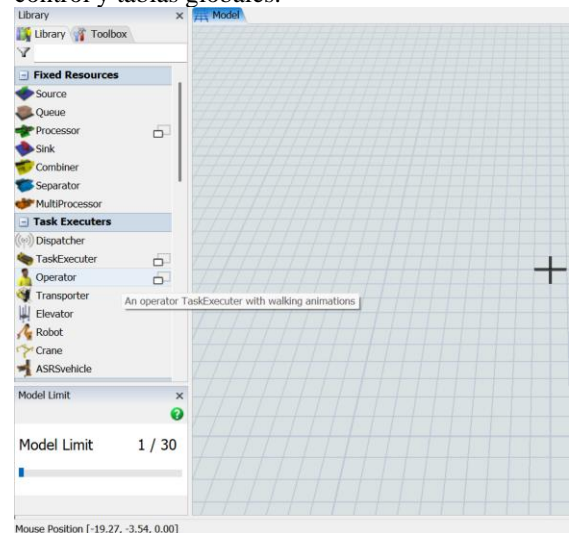

Fig. 4. Panel izquierdo de biblioteca
- 2) Panel Izquierdo (Biblioteca y Caja de Herramientas): Este panel Fig. 4 contiene la biblioteca de objetos predefinidos que se utilizan para construir el modelo. Los objetos están organizados en categorías, como recursos fijos, ejecutores de tareas y elementos de flujo. Además, la caja de herramientas permite acceder a funciones adicionales, como el flujo de procesos, paneles de control y tablas globales.